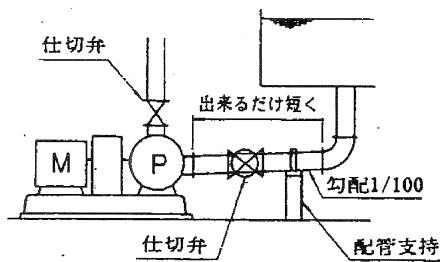

図 2
- 1) タンクとポンプの吸込管に、図 2 に示すように仕切弁を設けてください。この仕切弁は、空気だまりができるないようにハンドルを横向きに取り付けてください。
- (7) 吸上げの場合の吸込配管（QT タンク仕様）